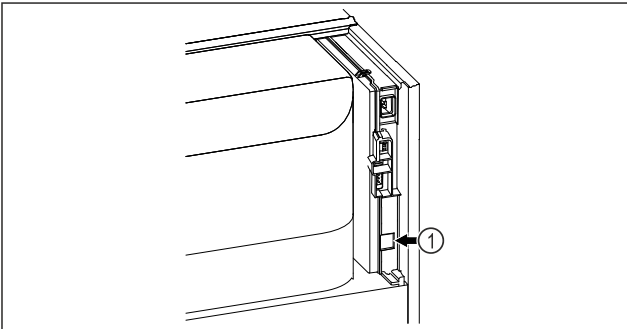

Fig. 88
- ❑ SmartModule Fig. 88 (1) 已使用。